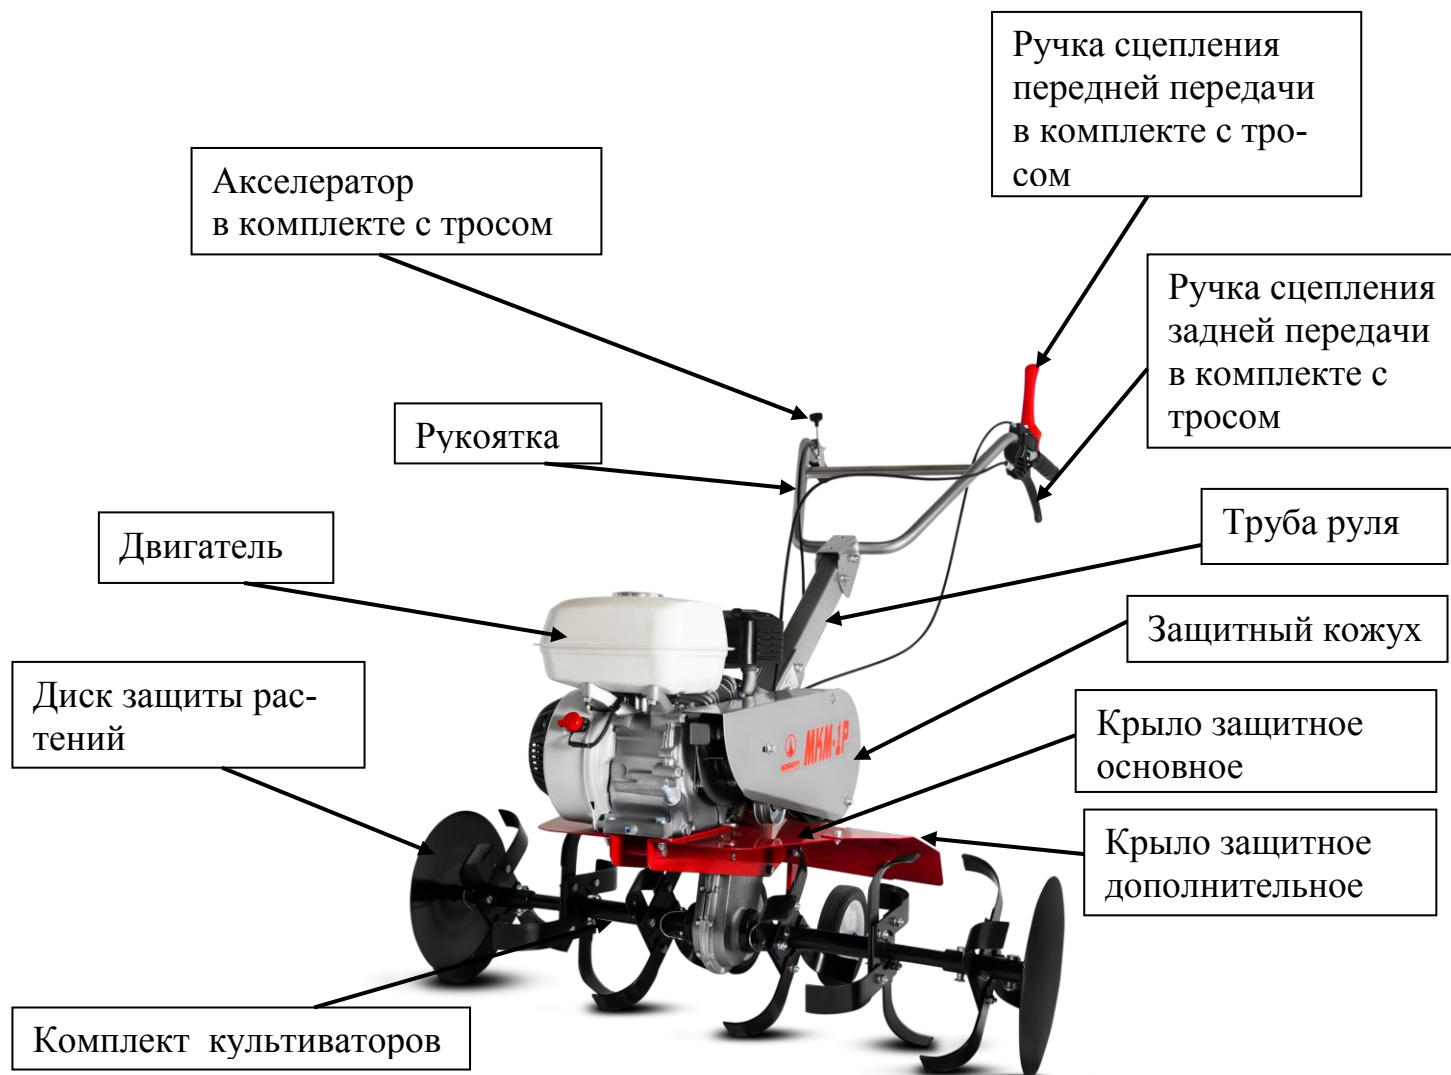

Рис.1 Мотокультиватор МКМ-1Р
7.11. Проверить натяжение ремней. Для чего снять защитный кожух клинового ремня. Для передней передачи зазор между верхней и нижней ветвями ремня, в натянутом состоянии должен быть 50-60 мм, Рис.6. При необходимости установить контрольный размер 50-60 мм - регулировочным винтом на ручке сцепления Рис.8, предварительно открутив контргайку. Выкручивая винт регулировки троса сцепления зазор между верхней и нижней ветвями уменьшается, закручивая винт регулировки троса сцепления зазор между верхней и нижней ветвями увеличивается. После регулировки контргайку закрутите. В случае пробуксовки ремня задней передачи мотокультиватора произвести натяжение ремня посредством регулировочного винта ручки сцепления задней передачи в той же последовательности, что и для ручки сцепления передней передачи. При невозможности установки контрольного размера регулировочными винтами, регулировку произвести перемещением двигателя по пазам рамы МКМ-1Р, Рис.1, Рис.6.